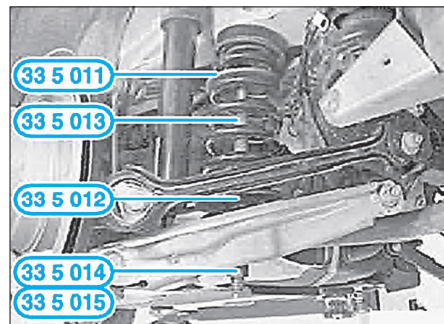

FIG. 34
- Centrer les outils 33 5 011, 33 5 012, 33 5 013, 33 5 014 et 33 5 015 pour obtenir la plus grande surface d'appui possible au niveau du ressort hélicoïdal (Fig.34).